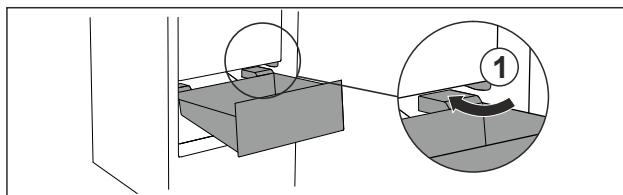

Fig. 102
- ▶ Zásuvku ved'te šikmo podél zarážek Fig. 102 (1).